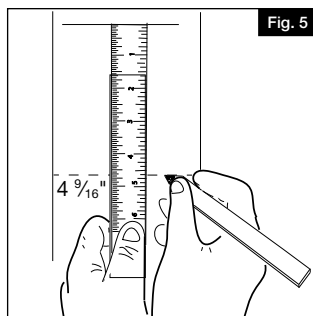

Fig. 5
- Trazar una marca a  $4\frac{9}{16}$ " (11,59 cm) por debajo de la línea del pasamanos para establecer la ubicación del soporte del pasamanos (Fig. 5). Esta marca indica el borde inferior del soporte de montaje del pasamanos.